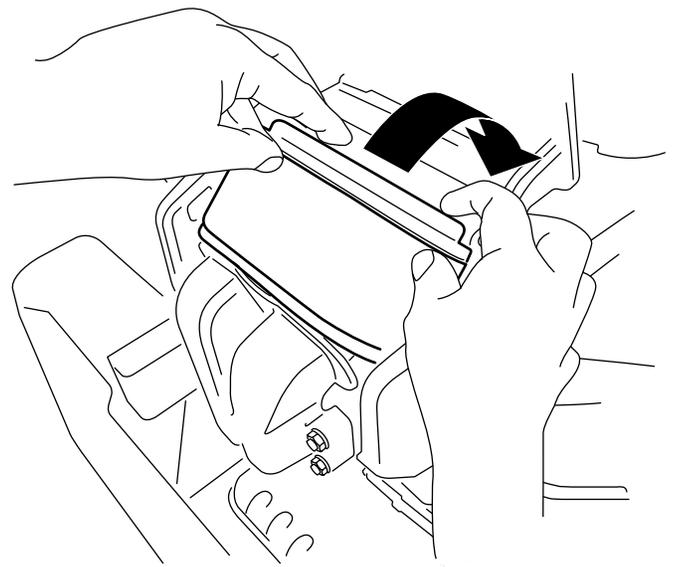

Figura 38
3. Rode o filtro para baixo para a câmara e encaixe completamente contra o coletor (Figura 38).